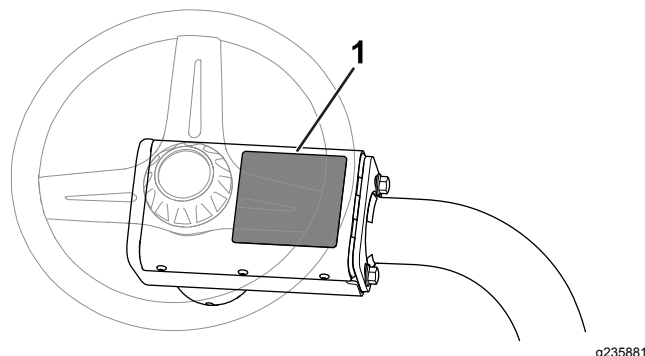

Figura 16
- Applicare l'adesivo di avvertenza CE (n. cat. 136-8505) sull'adesivo di avvertenza esistente (n. cat. 136-8506); fate riferimento a Figura 16.